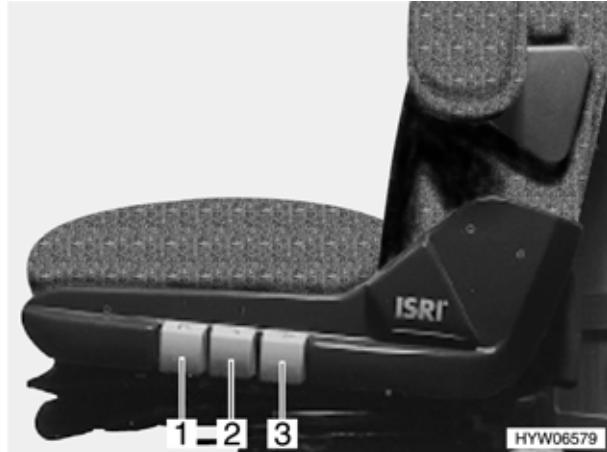

Fig. 59 Sedile del bar
- Tirare la maniglia (Fig. 59,1). Il sedile può essere regolato in altezza.
- Tirare la maniglia (Fig. 59,2). È possibile ruotare il sedile.
- Tirare la maniglia (Fig. 59,3). È possibile regolare l'inclinazione dello schienale.